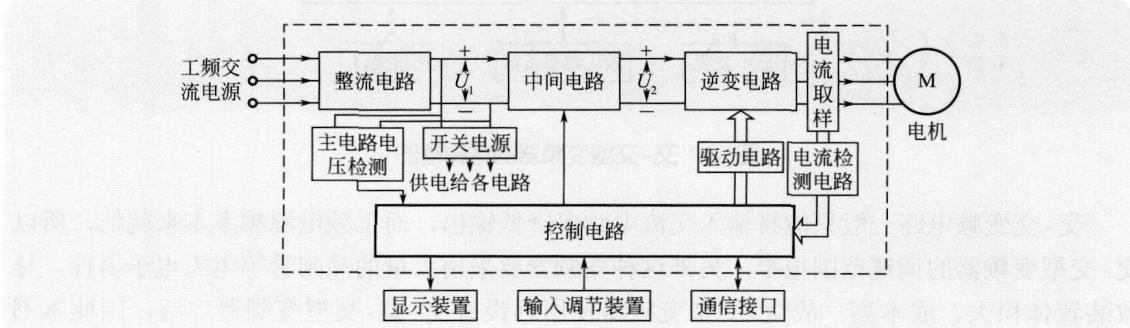

图 1-2 交-直-交型变频器的典型结构框图
① 交-直-交型变频器的结构与原理 交-直-交型变频器利用电路先将工频电源转换成直流电源, 再将直流电源转换成频率可变的交流电源, 然后提供给电动机, 通过调节输出电源的频率来改变电动机的转速。交-直-交型变频器的典型结构如图 1-2 所示。
下面对照图 1-2 所示框图说明交-直-交型变频器工作原理。